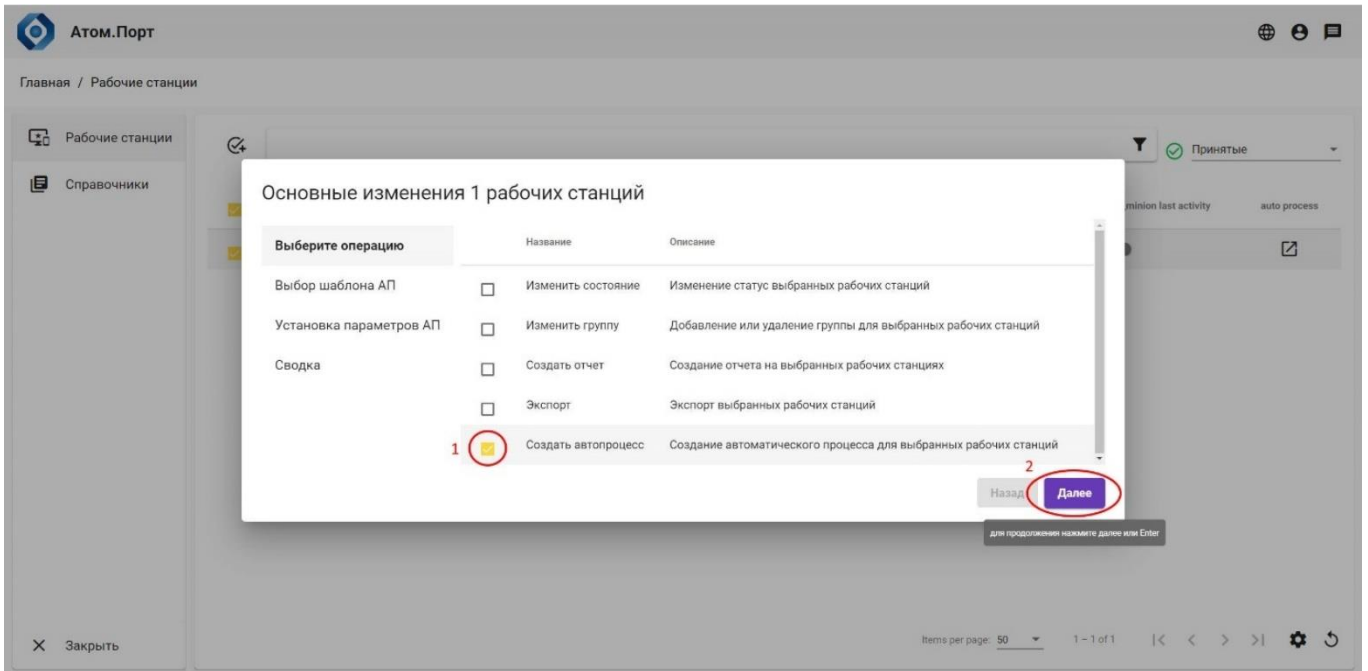

Рисунок 27 – Выбор групповой операции «Создать автопроцесс»
2. В открывшемся окне выбрать пункт «Создать автопроцесс» (Рисунок 27, поз. 1) и нажать кнопку «Далее» (Рисунок 27, поз. 2):